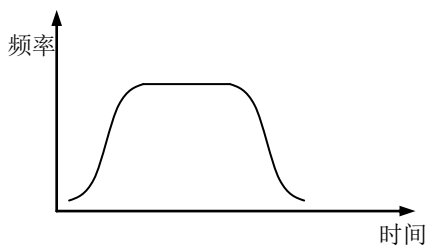

图 6-22 曲线加减速
- 曲线加减速，S 曲线加、减速主要是为加、减速过程需要减缓噪声与振动、减小起停冲击的负载而提供的，如图 6-22 所示。